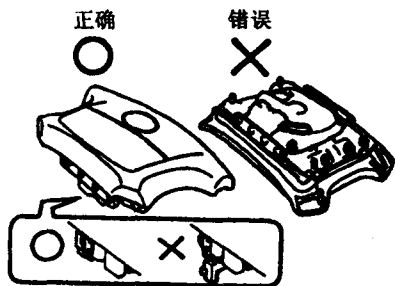
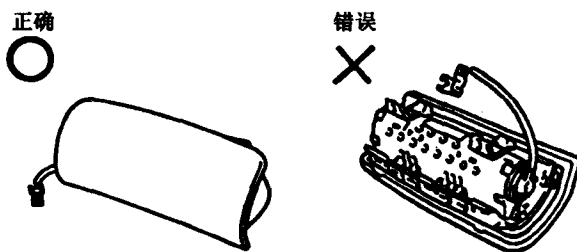

图 1-3 转向盘衬垫的放置方法
图 1-4 前乘客安全气囊的存放方法
3) 拆卸转向盘衬垫和前安全气囊总成后,应注意放置的方向。转向盘衬垫(带安全气囊)的顶面应朝上,见图 1-3。前乘客安全气囊总成的气囊张开方向应向上,见图 1-4。